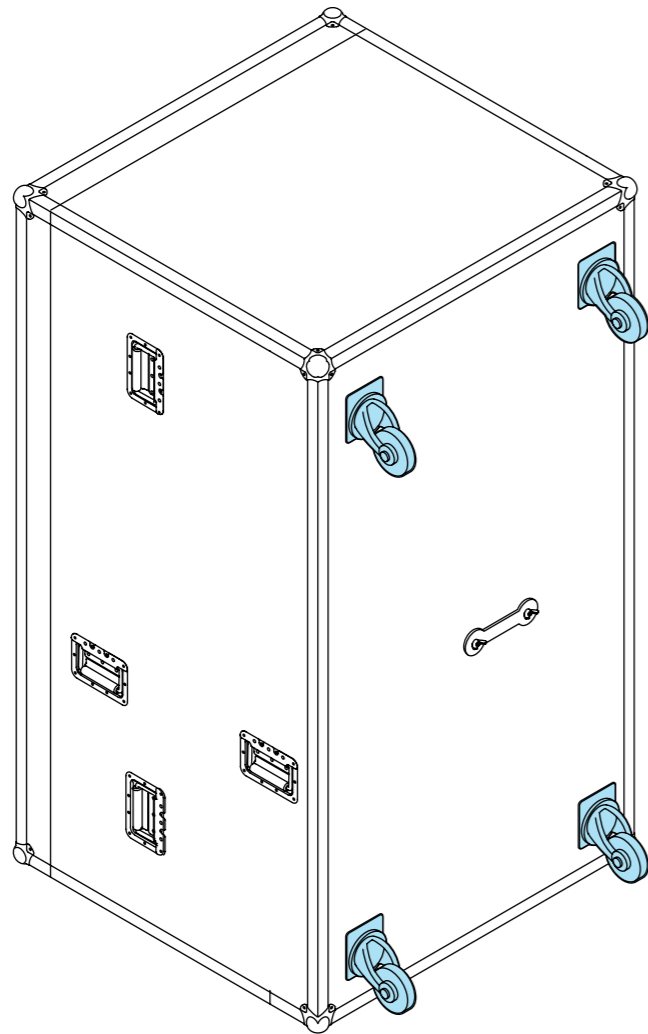
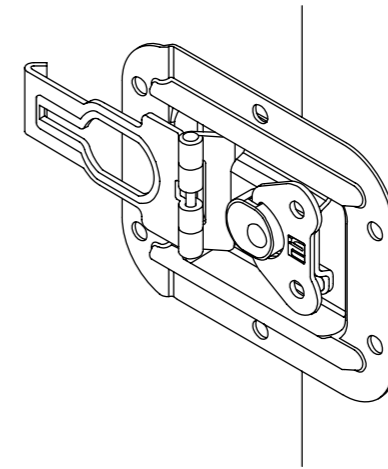
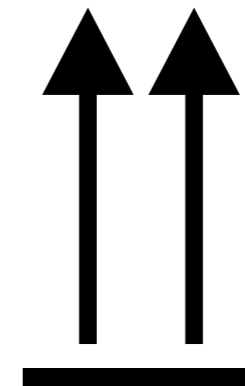

Рисунок 5.2. Нижняя часть транспортировочного кофра с колёсами
Рисунок 5.3. Замок кофра
Рисунок 5.4. Маркировка «Не переворачивать» на транспортировочной наклейке на кофре
Транспортировочный кофр оснащен колёсами (рис. 5.2), замками (рис. 5.3) и ручками. Перемещать робота можно или строго вертикально, в соответствии с маркировкой на наклейке (рис. 5.4), или горизонтально на колёсах.
1. Установите кофр в вертикальное положение в соответствии с транспортировочной маркировкой (рис. 5.4).
2. Открутите барашковые винты (рис. 5.3) на четырех замках крышки, разъедините замки, снимите крышку, потянув ее вперед, и уберите ее в сторону.